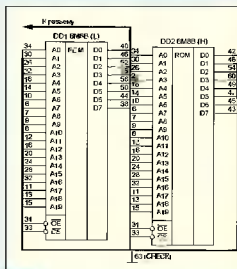
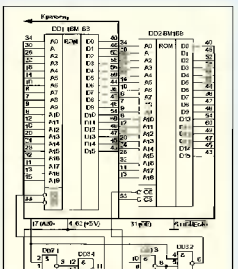

Рис. 7
Рис. 8
В картридже с двумя восьмизарядными GAU (схема на рис. 7, игра "MAGICAL COMBAT") выходы в одной из микросхем (обычно микросхемой двойки 1) заземлены (выводы CS—CS₁ и выходы (H) — структура CS—D15) разрывом кода 16-разрядного сигнала адреса. Не рекомендуется картридж, в котором разрыв распределен между микросхемами иначе. Более сложный вариант (схема на рис. 8, игра "DODGEBALL") состоит из 16-разрядных GAU, принимающих сигнал выбора и обеспечивающих вывод только сигнала низкого уровня в зависимости от уровня сигнала CS. При выборе разряда на элемент микросхемы DDS (аналог DS274A). Информационная емкость PU7 DD1 и DD2 инициализируется одинаковой.